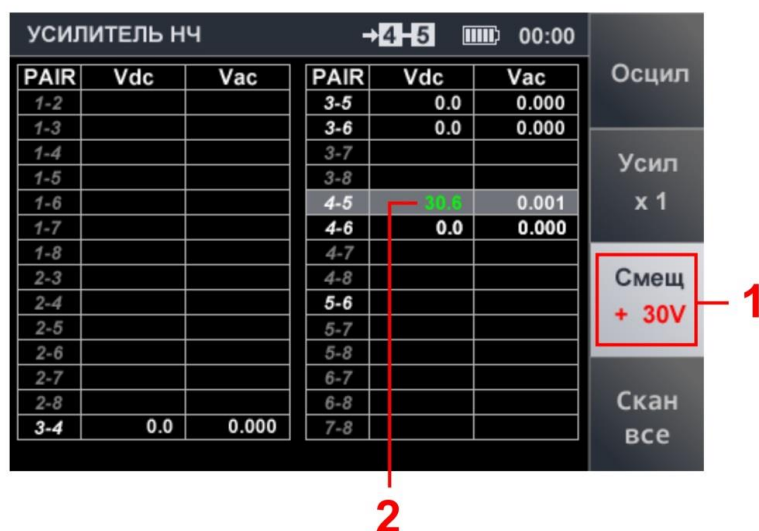

Рис.44
2. С помощью кнопок установить напряжение смещения (-30 В или +30 В), которое отобразится на экране (рис.44, п.1 и п.2). Значение напряжения смещения выделяется зеленым цветом, значение напряжения в линии - белым.